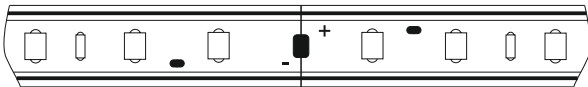

Рисунок 1
4.5 Полярность ленты определить по маркировке (+) и «-», нанесённой на лицевую сторону ленты, в месте соединения сегментов (рисунок 1).